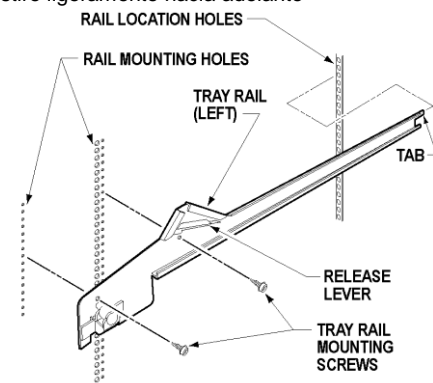

Figura 4: Rieles de charola
6. Localice las palancas de liberación en los rieles derecho e izquierdo. (Ver figura 4) mueva las palancas de liberación todo hasta arriba para desenganchar.